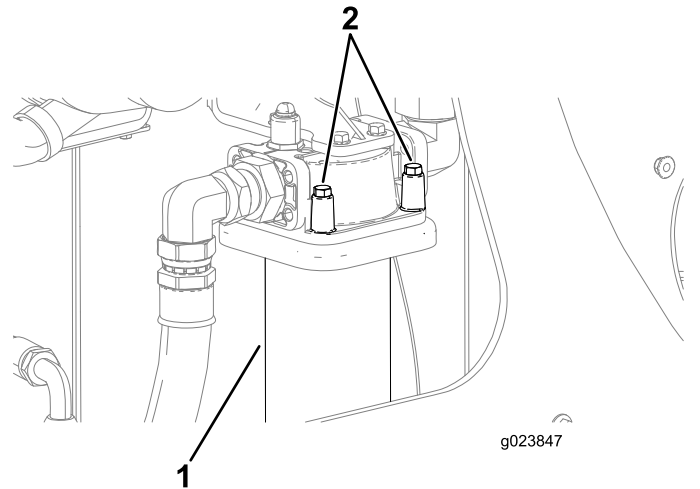

Figure 123
3. Placez un bac de vidange ou plusieurs chiffons sous le filtre de charge (Figure 123).
4. Placez une main sous le filtre de retour hydraulique et retirez les 4 boulons, comme montré à la Figure 123.
7. Placez le filtre de retour hydraulique neuf devant son siège et serrez les 4 boulons (Figure 123).